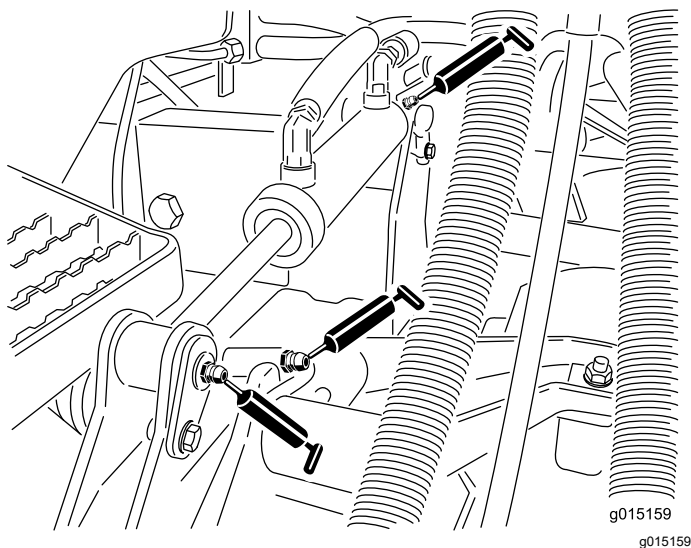

Figura 51
- Casquillos de los cilindros de elevación (2 por unidad de corte) (Figura 51)
- Casquillos de los brazos de elevación (1 por unidad de corte) (Figura 51)